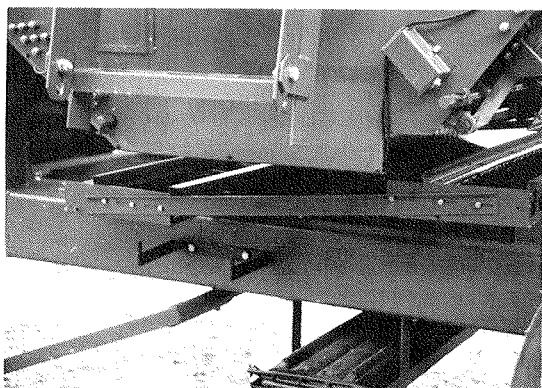

Fig. 43 Nedmatningsramperna i provtagningsläge
6. Fäll ner nedmatningsramperna till provtagningsläge med manöverspaken, se fig. 43.